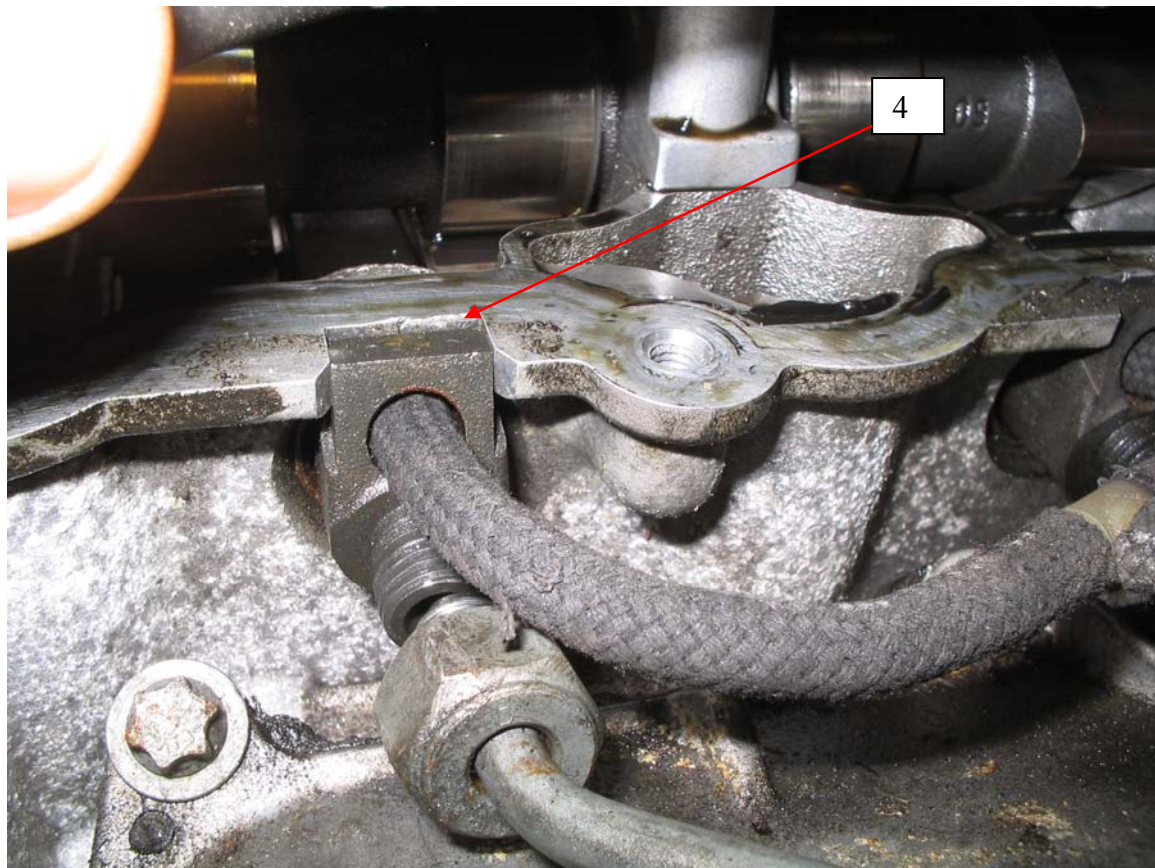

Bild 2.2
2.12 Traversen mit Schraubendreher im Bereich der Schraube anheben (s. Bild 2.2) und vorsichtig Richtung Kühler hebeln. Sobald ein genügender Spalt zwischen Z- Kopf und Anlage der Traverse entstanden ist, kann dort vorsichtig weiter gehebelt werden, bis die Traverse von Hand herausgenommen werden kann (s. Bild 2.2, Nr. 4, Spalt zum Weiterhebeln). Die Traverse von Zyl. 1 geht wegen der geringen Abhebung der NW (Steuerkette) am schwierigsten raus. Traversen nicht vertauschen. Nachdem die Traverse ein Stück weit aus der Führung im Z- Kopf hervorgetreten ist, lassen sich die Rücklaufleitungen auch ganz einfach mit einem Schraubendreher weghebeln. Auf bloßen Zug von Hand, reagieren diese Leitungen meist mit Bruch. Auch darauf achten, dass die T- Stücke nicht brechen.